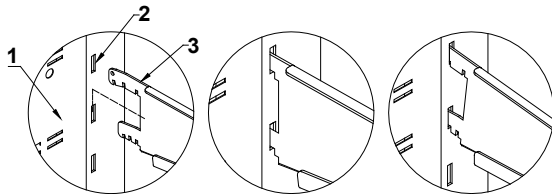

Рис.3 Крепления крюка в стеллаже
1. Установить блок крюка в планках стеллажа Рис.3 (стр.30)